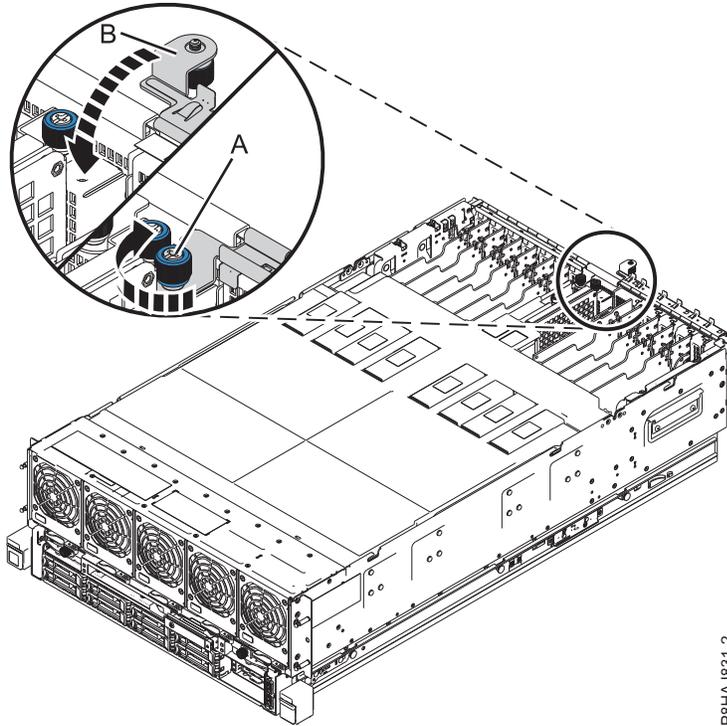

Figura 23. Fechar o trinco de E/S
2. Feche o tranco de acesso de assistência (**B**) fazendo-o deslizar em direcção ao chassis, tal como é apresentado na Figura 23 na página 53.